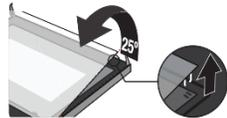

Figura 4
4. Separe el vidrio con cuidado levantándolo unos 25° (Figura 4)